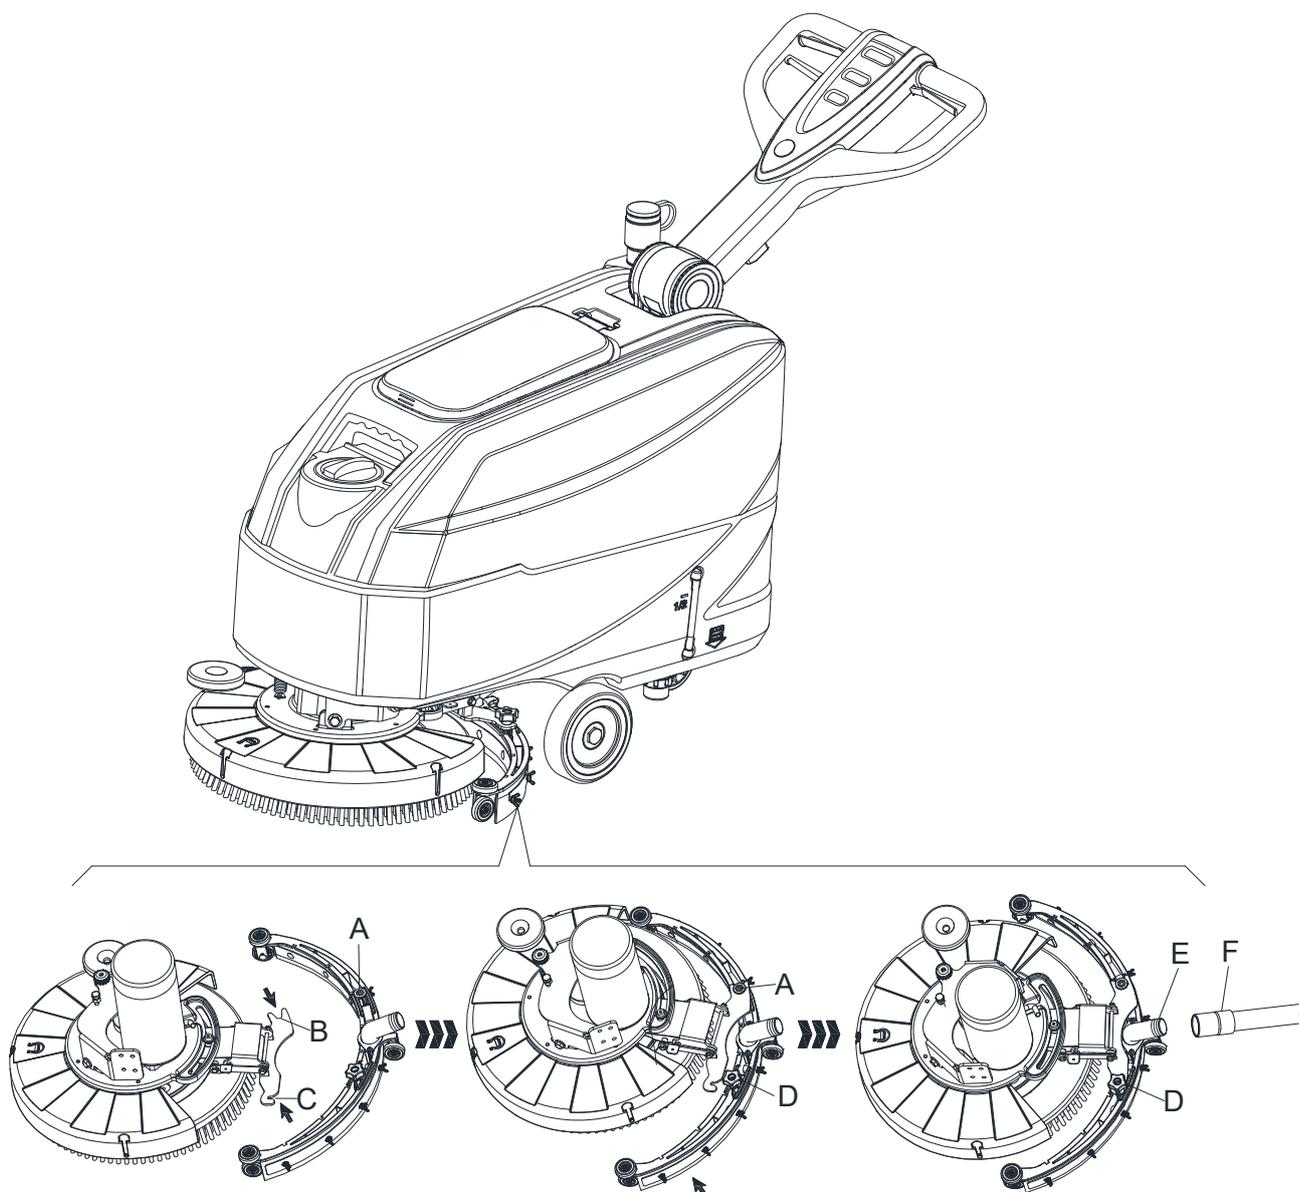

Рис. 6
5. Зафиксируйте штифт A в отверстии B, затем зафиксируйте другой винт C в отверстии D, закрепите кнопку скребка и подключите сливной шланг бака грязной воды F к разъему E (Рис. 6).